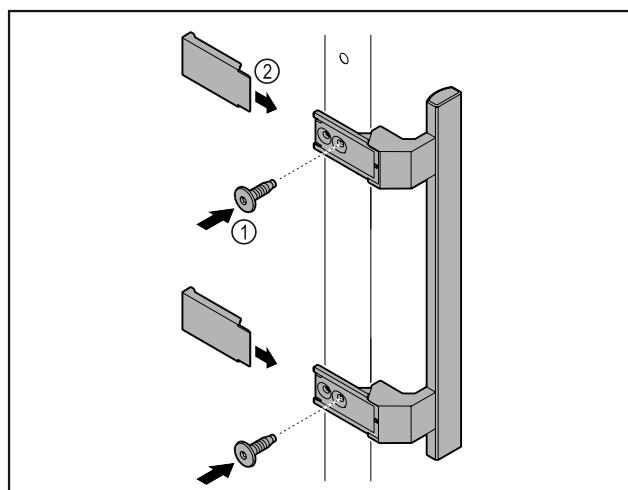

Fig. 2
- Rokturi no atsevišķā piederumu iepakojuma ar klāt pievienoto skrūvju Fig. 2 (1) palīdzību piestipriniet pie durvīm.
- Uzlieciet pārsegū Fig. 2 (2).